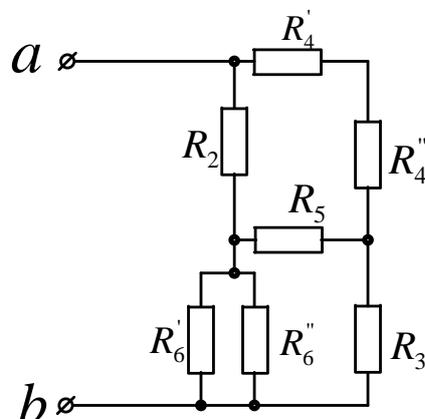

Рисунок 9
**Задача 6.** Определить эквивалентное сопротивление схемы (рис.9), если  $R_2=180\text{Ом}$ ;  $R_3=60\text{Ом}$ ;  $R_4'=100\text{Ом}$ ;  $R_4''=3.5\text{Ом}$ ;  $R_5=22.5\text{Ом}$ ;  $R_6'=150\text{Ом}$ ;  $R_6''=600\text{Ом}$